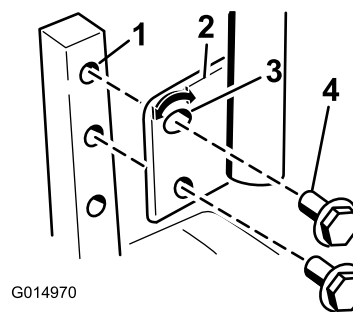

Figure 24
1. Retirez les 2 boulons qui fixent le levier de commande à l'arbre du bras de commande (Figure 24).
2. Placez le levier de commande dans les trous suivants. Fixez le levier avec les 2 boulons (Figure 24).
2. Desserrez le boulon inférieur jusqu'à ce qu'il soit possible de faire pivoter le levier de commande en avant ou en arrière (Figure 24). Resserrez les deux boulons pour fixer la commande à sa nouvelle position.